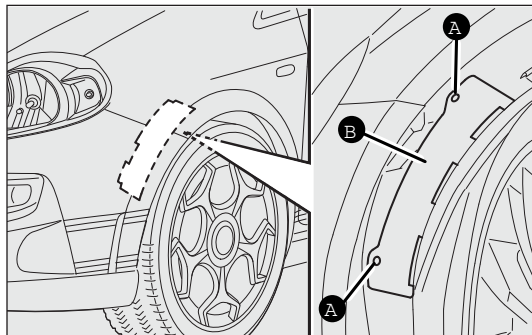

fig. 140
Avant fig. 140
- ☐ dévisser les dispositifs de blocage A-fig. 140, puis déposer le volet d'accès B ;
- ☐ monter le volet B-fig. 140 puis visser les dispositifs de blocage A.